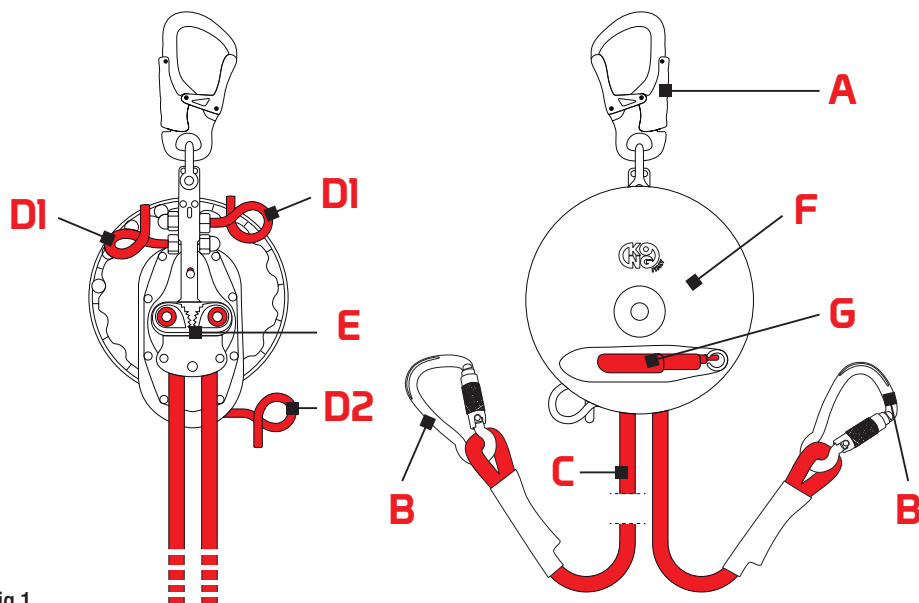

Fig.1
3.1 TERMINOLOGIA DELLE PARTI (FIG. 1)
- (A) Connettore di ancoraggio in lega di alluminio conforme alla norma EN 362,